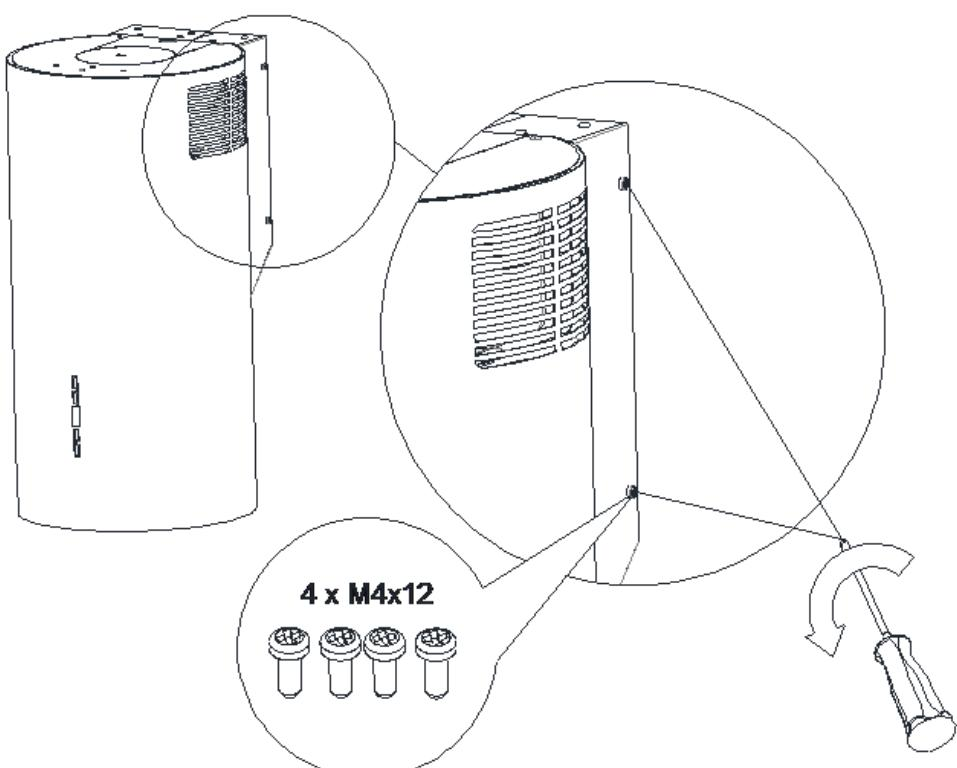

Рис.8 Подвесной держатель для крепления вытяжки
4. Наденьте монтажный кронштейн вытяжки на два ослабленных винта (Рис. 8).